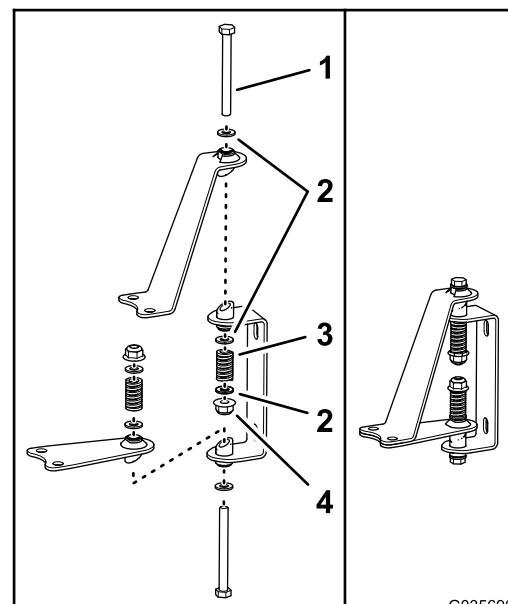

**Рисунок 4**
4. Вставьте болты в отверстия сварных труб в скобах и планках шарнирного крепления, как показано на Рисунок 4 или Рисунок 5.
5. Установите плоскую шайбу на открытый конец каждого болта (Рисунок 4 или Рисунок 5).
6. Установите пружину на конец каждого болта (Рисунок 4 или Рисунок 5).
7. Установите плоскую шайбу и контргайку на конец каждого болта (Рисунок 4 или Рисунок 5).